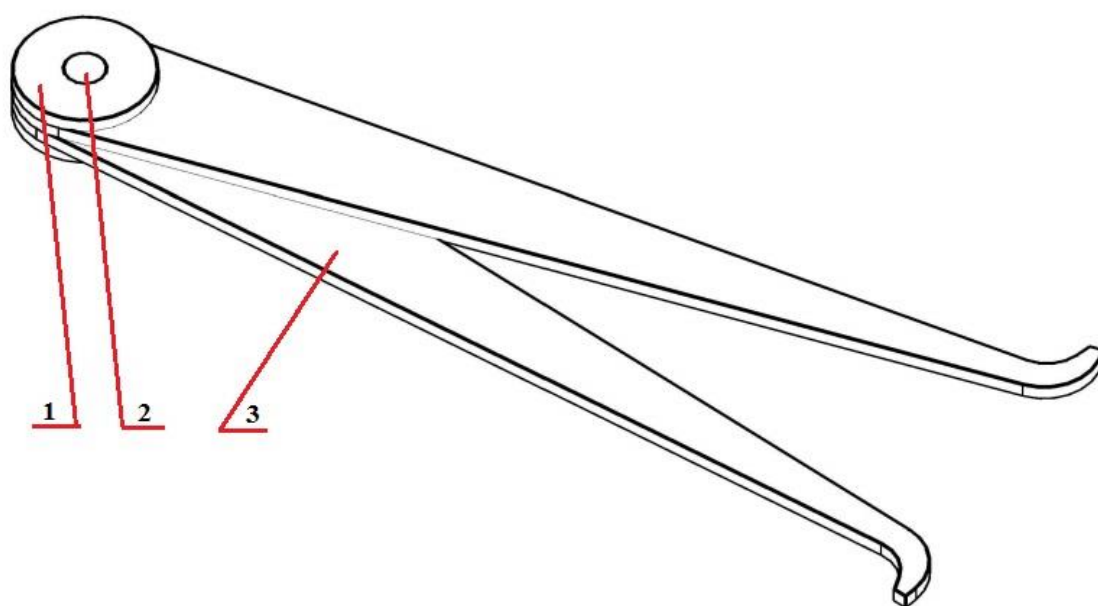
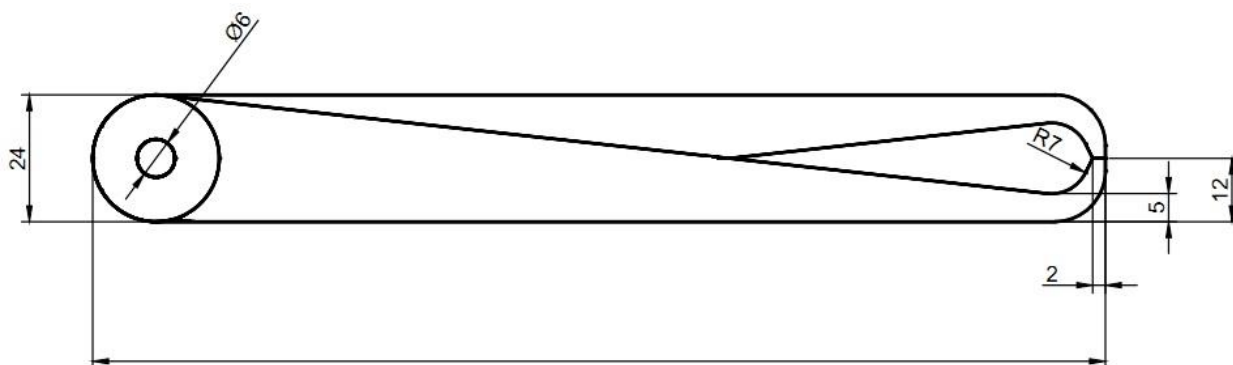

Рис. 1
Рис. 2
1. По данному образцу (Рис. 1) и эскизу (Рис. 2) разработайте технологическую карту (Таблица 1) для изготовления нутромера;
3. Изделие состоит из пяти деталей (Рис. 1):